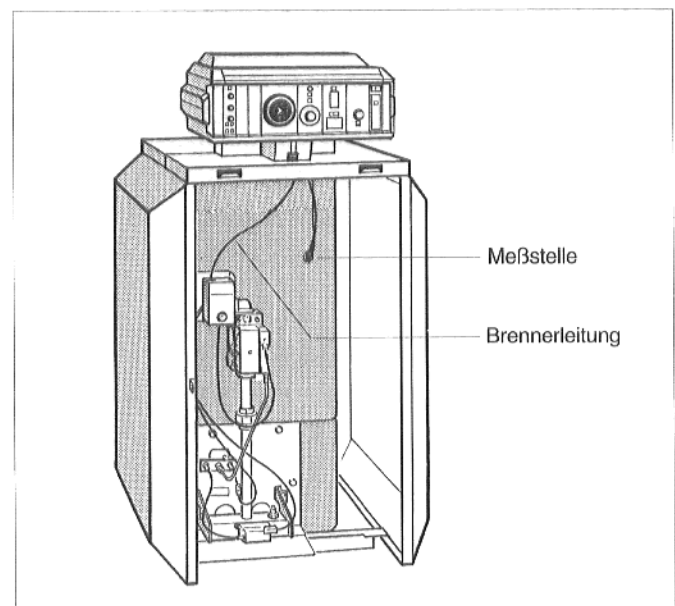

Abb. 11: Kesselvorderseite
- Kapillarrohre der Temperaturfühler und, bei "Ecomatic"-Regelung, die Kesselwassertemperaturfühlerleitung unter der vorderen Kesselhaube nach vorne zur Meßstelle führen. Dabei nur auf Bedarfslänge abrollen (Abb. 11).
- Brennerleitung unter der vorderen Kesselhaube nach hinten zur Anschlußseite des Regelgeräts führen (Abb. 11).